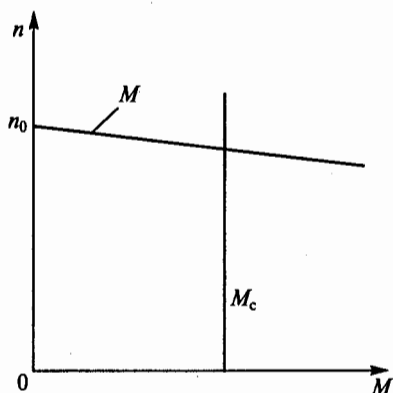

Рис. 259
**11.20.** На рис. 259 приведены механические характеристики электродвигателя ( $M$ ) и рабочего механизма ( $M_c$ ). При каком условии двигатель работает после окончания пуска в установившемся режиме?